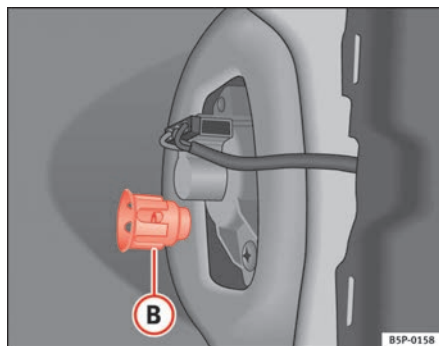

Fig. 191 Luz de población/freno
- Desenrosque la pieza de plástico ⇒ fig. 191 **B** que fija el piloto. Para iniciar el giro le puede ser de ayuda, insertar el destornillador en dicha pieza.